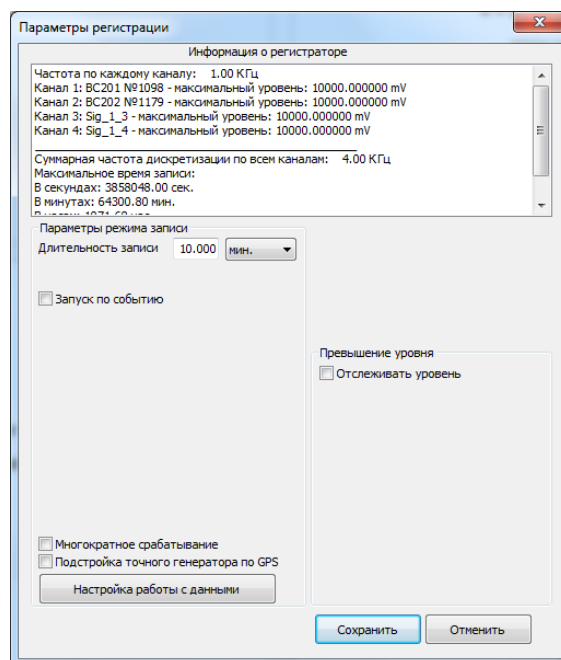

Рисунок 23
- во вкладке «Автономный регистратор» выбрать «Параметры регистрации» при этом откроется одноименное окно (Рисунок 23);